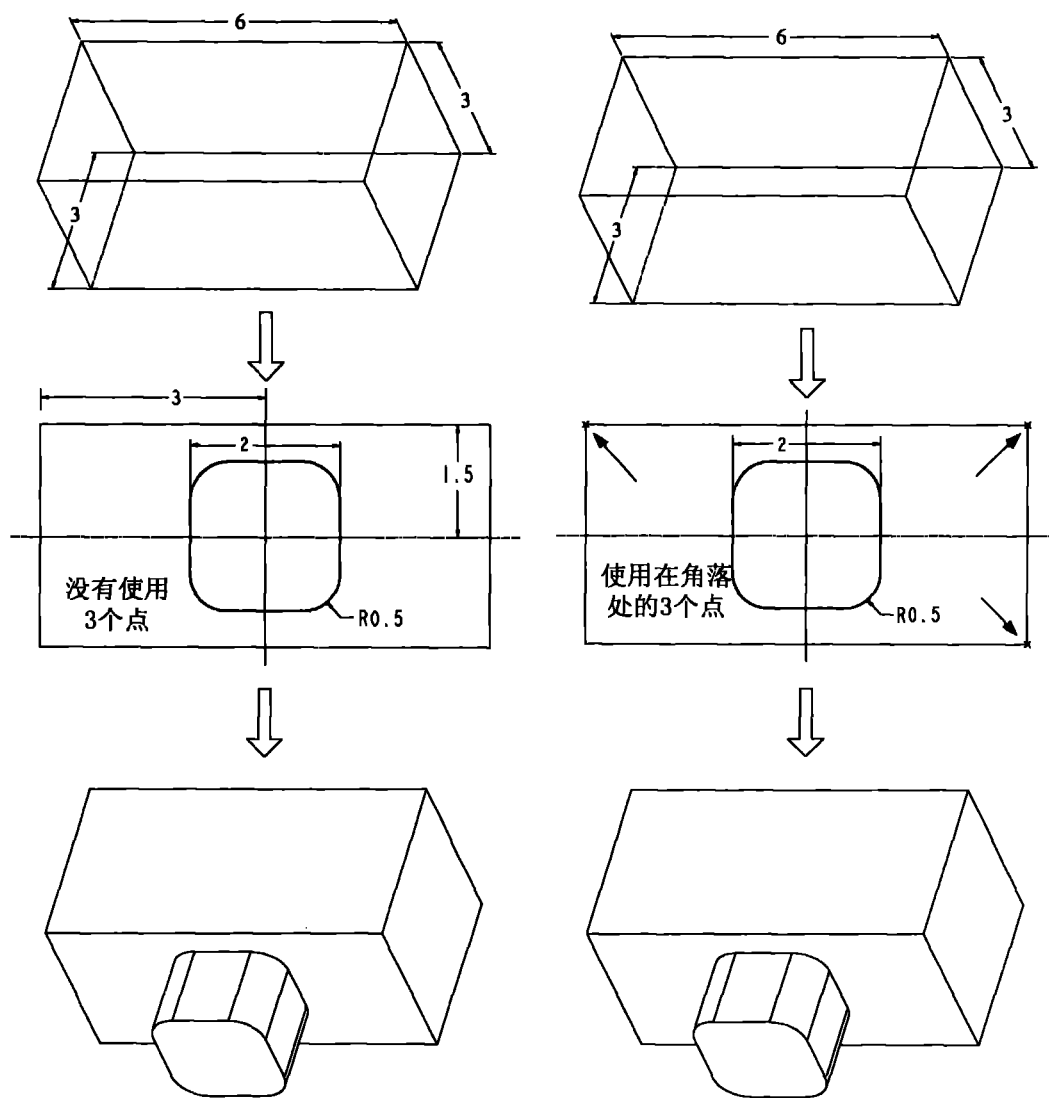

图 1.4
- **Points 与 Centerline:** 可以用来帮助限制或建立几何图素。例如在图 1.4 的左图中,若没有使用 3 个点,则必须标注两个位置尺寸,而图 1.4 的右图即是使用 3 个点使剖面自动对中的作法。又在图 1.5 的左图中,若没有使用中心线,则需标注剖面的水平及垂直位置尺寸,而图 1.5 的右图即是使用中心线,以省略剖面的水平及垂直位置尺寸的标注,并表达剖面能上下对称及左右对称的设计思想。